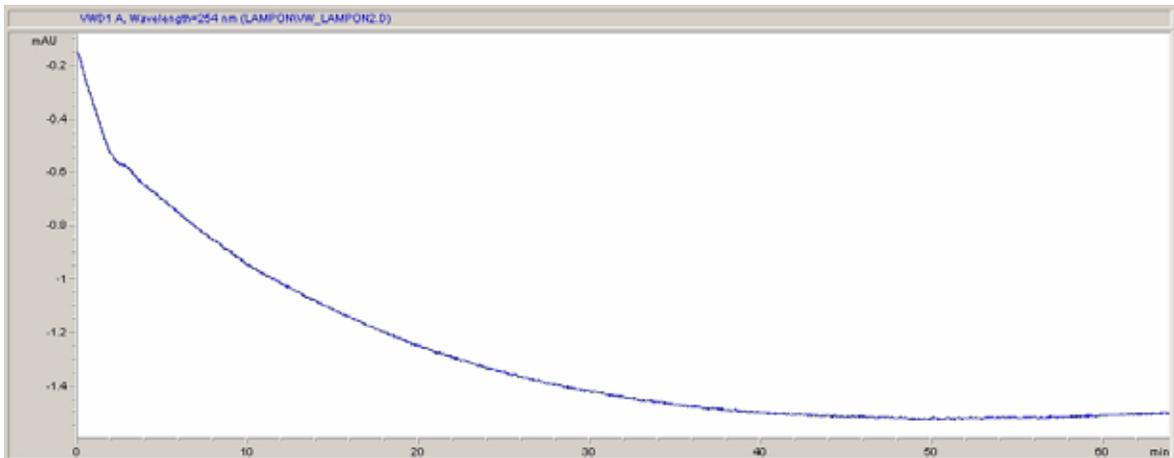

Abbildung 12 Stabilisierung der Basislinie
- 6 Damit der Detektor eine stabile Basislinie erzeugen kann, muss er mindestens 60 Minuten aufgewärmt werden (Beispiel: Abbildung 12 auf Seite 47).